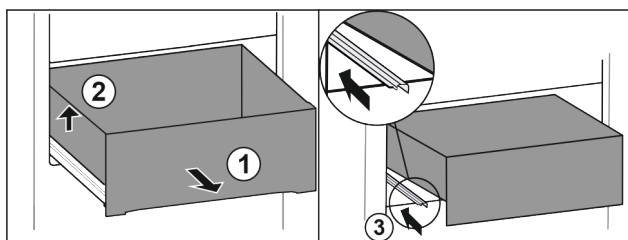

Fig. 90
- ▶ 将抽屉拉出至止挡。 Fig. 90 [1]
- ▶ 抬起抽屉左侧。 Fig. 90 [2]
- ▶ 推入左侧轨道。 Fig. 90 [3]